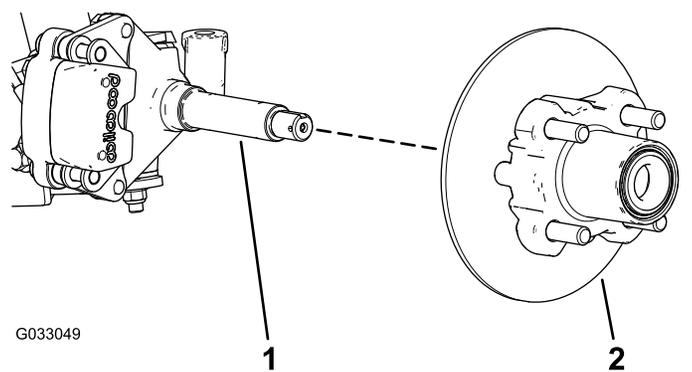
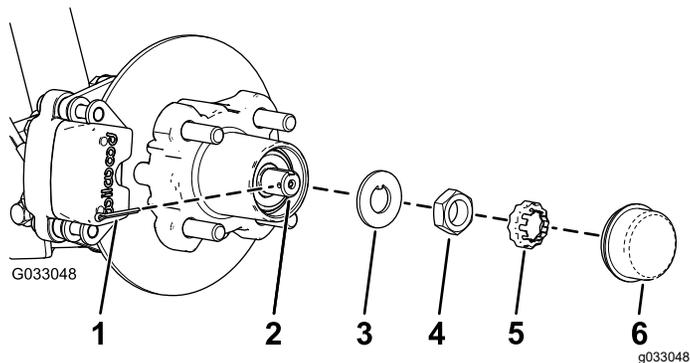

Figura 25
Figura 24
4. Retire o tampão antipoeira do cubo (Figura 24).
5. Retire o contrapino e o retentor da porca do eixo e porca do eixo (Figura 24).
6. Retire a porca do eixo do eixo e afaste o conjunto do cubo e o rotor do eixo (Figura 24 e Figura 25).